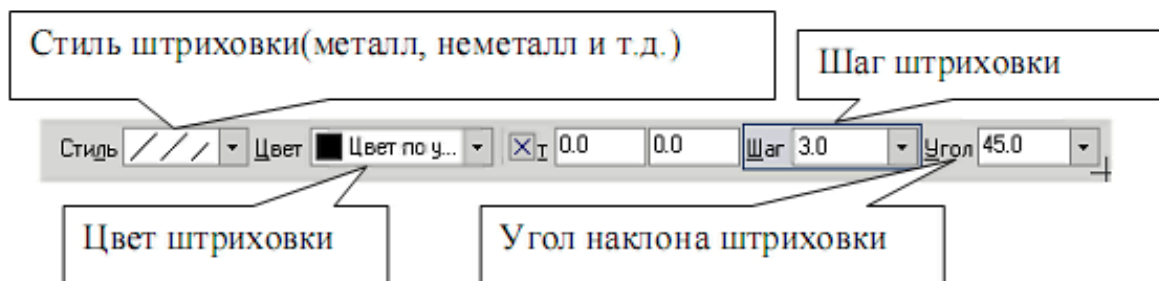

Рис. 32
7. Для выполнения штриховки на панели **Геометрия**, рис. 13, активизируйте команду **Штриховка** . Параметры штриховки при ее создании и редактировании отображаются в отдельных **полях Строки параметров**, рис. 32.